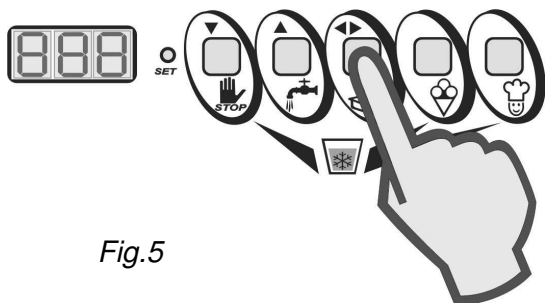

Fig.5
- Premere il tasto CONFERMA (◀▶) per convalidare il nuovo dato e uscire dalla programmazione (Fig. 5).